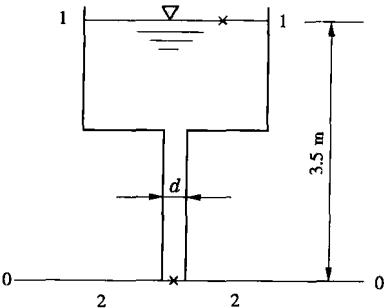

图 1.2.5
**【例 1.2.7】** 图 1.2.5 所示为一水位不变的敞口水箱, 通过下部一条直径  $d = 200 \text{ mm}$  的管道向外供水, 已知水箱水位与管道出口断面中心的高差为  $3.5 \text{ m}$ , 管道水头损失为  $3 \text{ m}$ 。试求: 管道出口的流速和流量。